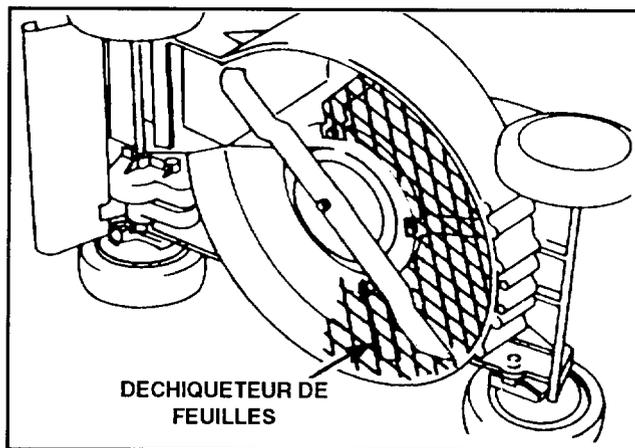

Figure 28
**2. Déchiqueteur de feuilles (modèle n°59180)** – Se monte sous la tondeuse en quelques minutes, sans qu'il soit nécessaire d'enlever la lame. Déchiquette les feuilles en petits morceaux afin de permettre une bonne aspiration dans le sac à herbe et donc un enlèvement pratique (fig. 28).